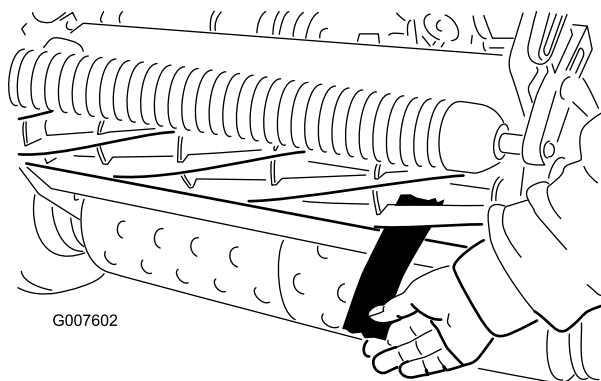

Figura 47
12. Testate le performance di taglio inserendo una lunga striscia di carta per le performance di taglio tra il cilindro e la controlama, perpendicolarmente alla controlama (Figura 47). Lentamente ruotate il cilindro in avanti; dovrebbe tagliare la carta.